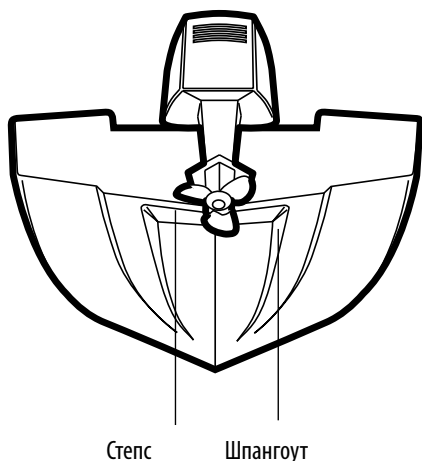

Рис.10
- На лодках со ступенчатым корпусом может быть возможным установить датчик на степс. Не укрепляйте датчик на транце за степсом, он может выпрыгивать из воды при большой скорости, что приведет к неправильным показаниям контрольной головной панели. Для получения правильных отображений сонарного сигнала на контрольной головной панели датчик должен всегда оставаться в воде. (рисунок 10).